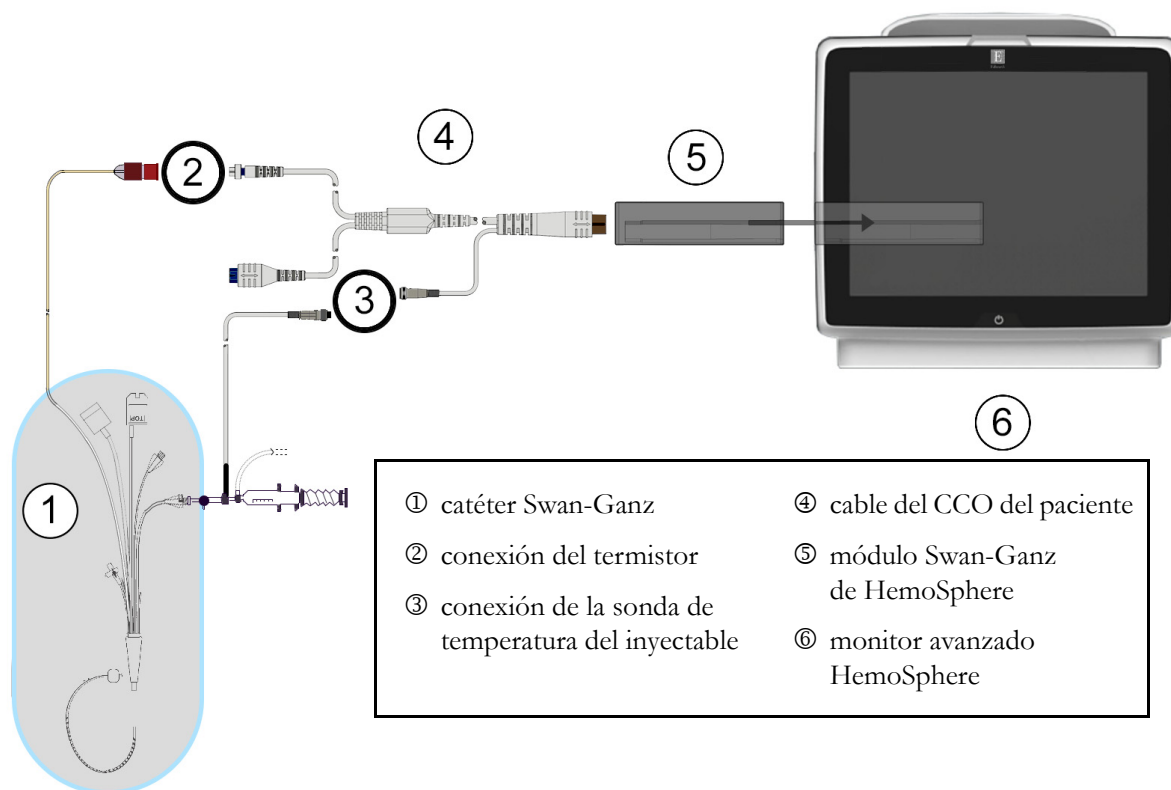

Figura 9-4 Descripción general de la conexión del GCI
- 2 Acople el extremo del catéter del cable del CCO del paciente al conector del termistor del catéter de monitorización del GCi de Swan-Ganz, como se muestra en ②, en la figura 9-4.
Una sonda de temperatura del inyectable detecta la temperatura de este. La sonda seleccionada se conecta al cable del CCO del paciente (figura 9-4). Puede usarse cualquiera de las dos sondas:
Conecte la sonda de temperatura del inyectable (en línea o de baño) al conector de la sonda de temperatura del inyectable del cable del CCO del paciente mostrado en ③, en la figura 9-4.